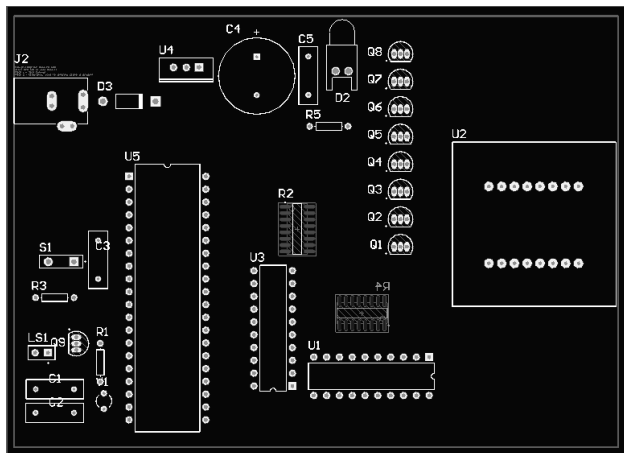

图 13-25 实践题 (4)
- (4) 打开第 7 章实践题 (1) 的 Chap7-1.PrjPCB 工程, 在其中新建 Chap7-1.PcbDoc 文档, 将原理图同步到 PCB 文档中, 对元件进行布局。图 13-25 为参考布局。